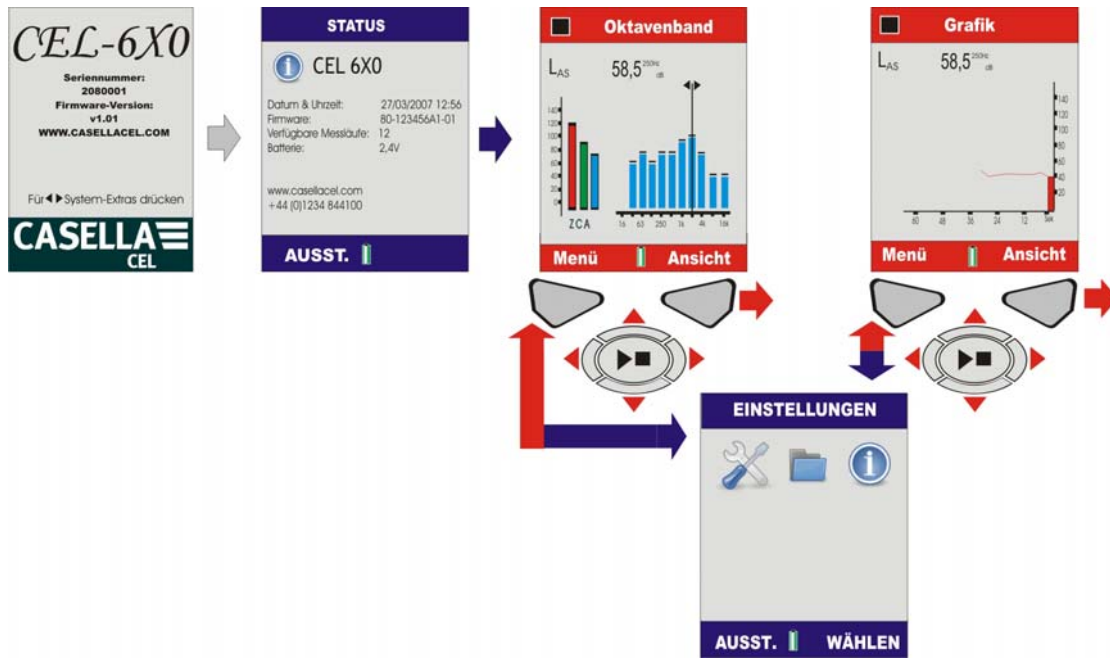

Abbildung 3 EINSCHALTEN des CEL-6X0-Instruments
A. EINSCHALTEN des CEL-62X INSTRUMENTS (siehe Abbildung 3)